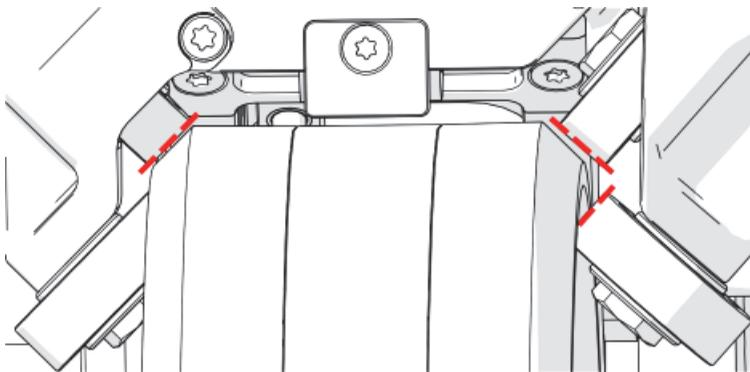

Figure 1-37 Inspection visuelle des roues
7. Inspectez visuellement les huit roues et assurez-vous qu'elles touchent toutes la bande (Figure 1-37 à la page 54). Au besoin, repositionnez ou déplacez le chariot moteur pendant le serrage des dispositifs d'ajustement des brides.